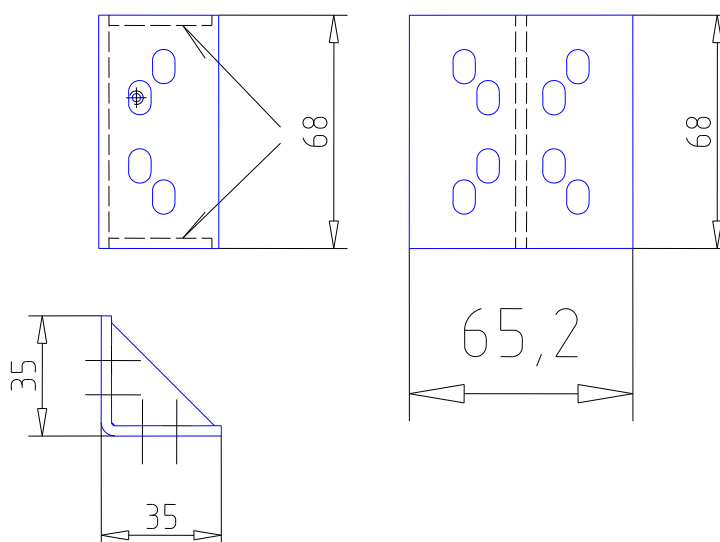

Рисунок 3.7 – Батарейный стеллаж Штиль MBS-03
4.1 Закрепить винтами М6*16 опоры (рисунок 3.7) на стойках изделия (рисунки 3.4, 3.5).